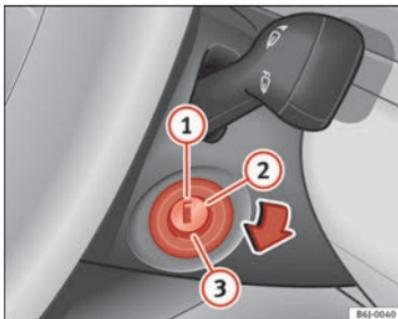

Fig. 110 Posiciones de la llave de contacto
En esta posición ⇒ fig. 110 el encendido y el motor están desconectados pudiéndose bloquear la dirección.
- Gire la llave de contacto hasta la posición ⇒ fig. 110 ②. El testigo  se encenderá en caso de precalentamiento del motor.
- En cuanto se apague el testigo, gire la llave de encendido a la posición ③ para poner en marcha el motor y no pise el acelerador.
- Gire la llave de contacto a la posición ⇒ fig. 110 ①.